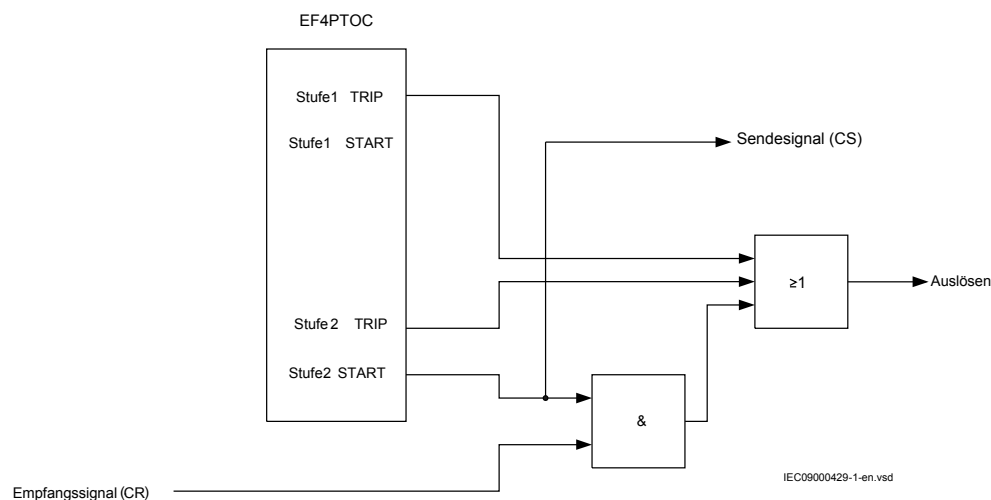

Abb. 33: Logik des vierstufigen Freigabeverfahrens für den Signalvergleichsschutz mit dem Erdfehlerschutz
Es wird ein Signal für den Signalvergleichsschutz gesendet (CS), wenn ein Fehler durch Stufe 2 ($3I_0 \gg$ Überreichstufe) ermittelt wurde. Wird ein Signal empfangen (CR), löst Stufe 2 ($3I_0 \gg$) unverzüglich aus. Die Logik wird dargestellt in Abbildung 33.